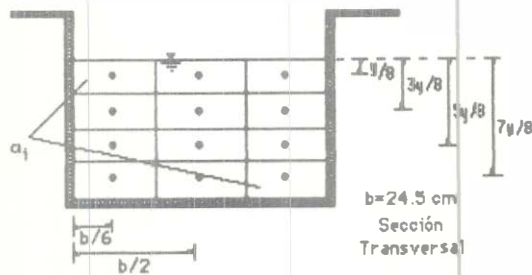

Figura 2.
5. Mida las cargas de velocidad ( $h$ ) en los puntos que se indican en la figura 2.